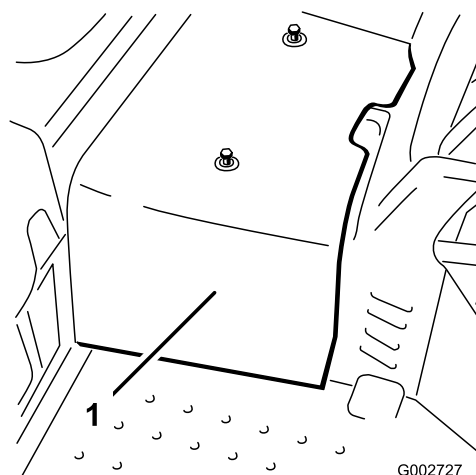

Figura 33
2. Desaperte os dois parafusos que fixam o resguardo central à máquina e retire o resguardo (**Figura 33**).